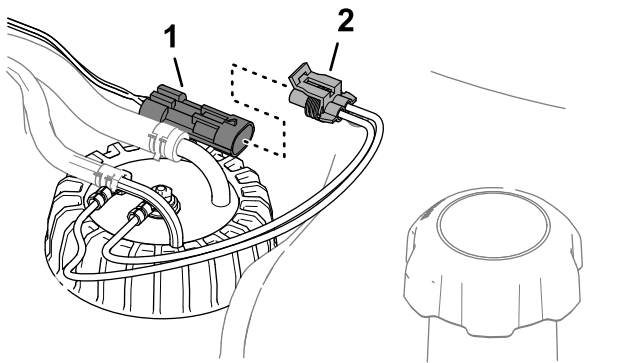

Figura 130
6. Enchufe el conector del arnés del sensor de combustible en el conector del arnés de cables de la máquina (Figura 130).